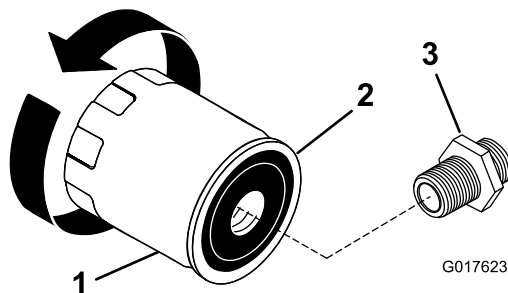

Figura 19
2. Togliete il filtro dell'olio usato e tergete la superficie della guarnizione del riduttore del filtro (Figura 19).
3. Spalmate un velo di olio nuovo sulla guarnizione di gomma del nuovo filtro dell'olio (Figura 19).
5. Girate il filtro in senso orario finché la guarnizione di gomma non tocca l'adattatore, quindi serrate il filtro di un altro $\frac{1}{2}$ o $\frac{3}{4}$ di giro (Figura 19).